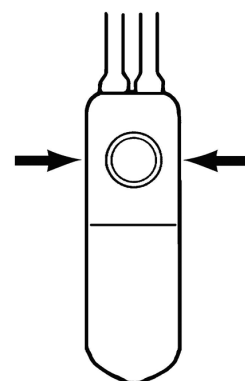

Figura 4-42. Método de aperto lateral
1. Aperte os lados da bomba de controlo adjacentes ao botão de desativação para permitir que o fluido encha a pera da bomba. (**Figura 4-42**)